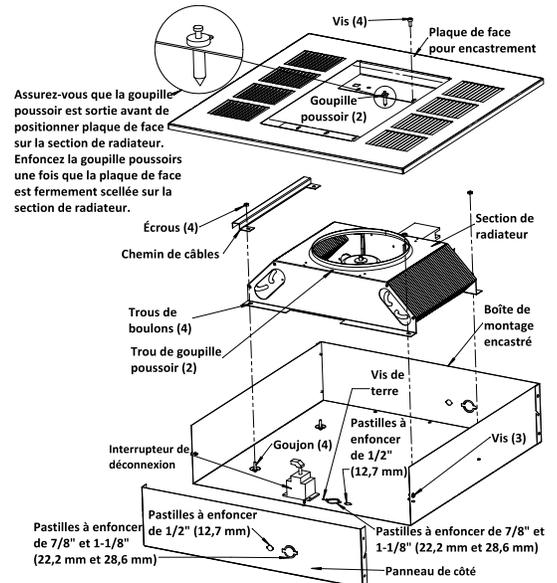

Figure 3
1. Enlevez le boîtier de montage encastré (Figure 3) du carton contenant l'enceinte de montage encastré, de type FIE-REB-N ou FIE-REBNW-W.
2. Enfoncez l'une des pastilles et installez-y un serre-câble ou serre-conduit (Figure 3).
3. Retirez l'une des ouvertures amovibles à proximité de la vis de terre et installez un connecteur de câble ou de conduit (Figure 3)
4. Installez l'interrupteur de coupure optionnel (si nécessaire) comme c'est montré en Figure 3.
8. Positionnez la section de radiateur par-dessus les goujons du boîtier de montage encastré (Figure 3).
9. Poussez la section chauffante sur les goujons et serrez fermement les deux écrous (fournis) sur les goujons pour fixer la moitié de la section chauffante opposée aux fils gainés au boîtier de montage encastré. Poussez la conduite sur les goujons en vous assurant que les fils gainés sont dans la conduite, puis serrez fermement les deux écrous (fournis) sur les goujons pour fixer la conduite et l'autre moitié de l'appareil de chauffage au boîtier de montage encastré (Figure 3).
10. Enlevez la plaque de montage encastré (Figure 3) du carton contenant l'enceinte de montage encastré, de type FIE-REB-N or FIE-REBNW-W.
REMARQUE : Assurez-vous que la goupille poussoir dans chaque extrémité de la grille de soufflage est tirée en position sortie pour permettre aux corps de goupille de bien entrer dans les trous de la section de radiateur (Figure 3).
13. Installez et serrez bien quatre vis (fournies) pour retenir la plaque de face pour encastrement avec la section de radiateur (Figure 3).